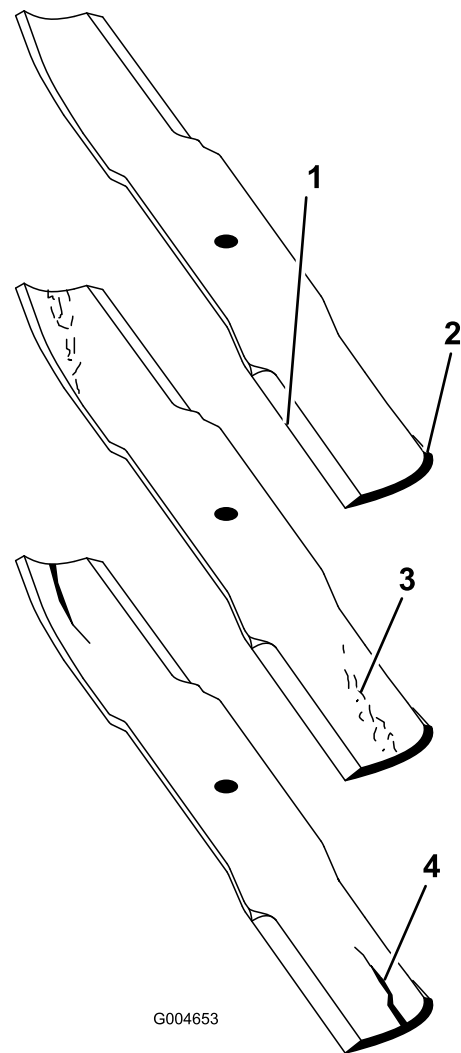

Figure 99
2. Examinez attentivement les tranchants de la lame, particulièrement au point de rencontre de la partie plane et de l'ailette (Figure 99).
Remarque: Le sable et les matières abrasives peuvent éroder le métal à cet endroit, c'est pourquoi il est important de contrôler l'état de la lame avant d'utiliser la tondeuse. Remplacez la lame si elle vous semble usée (Figure 99).